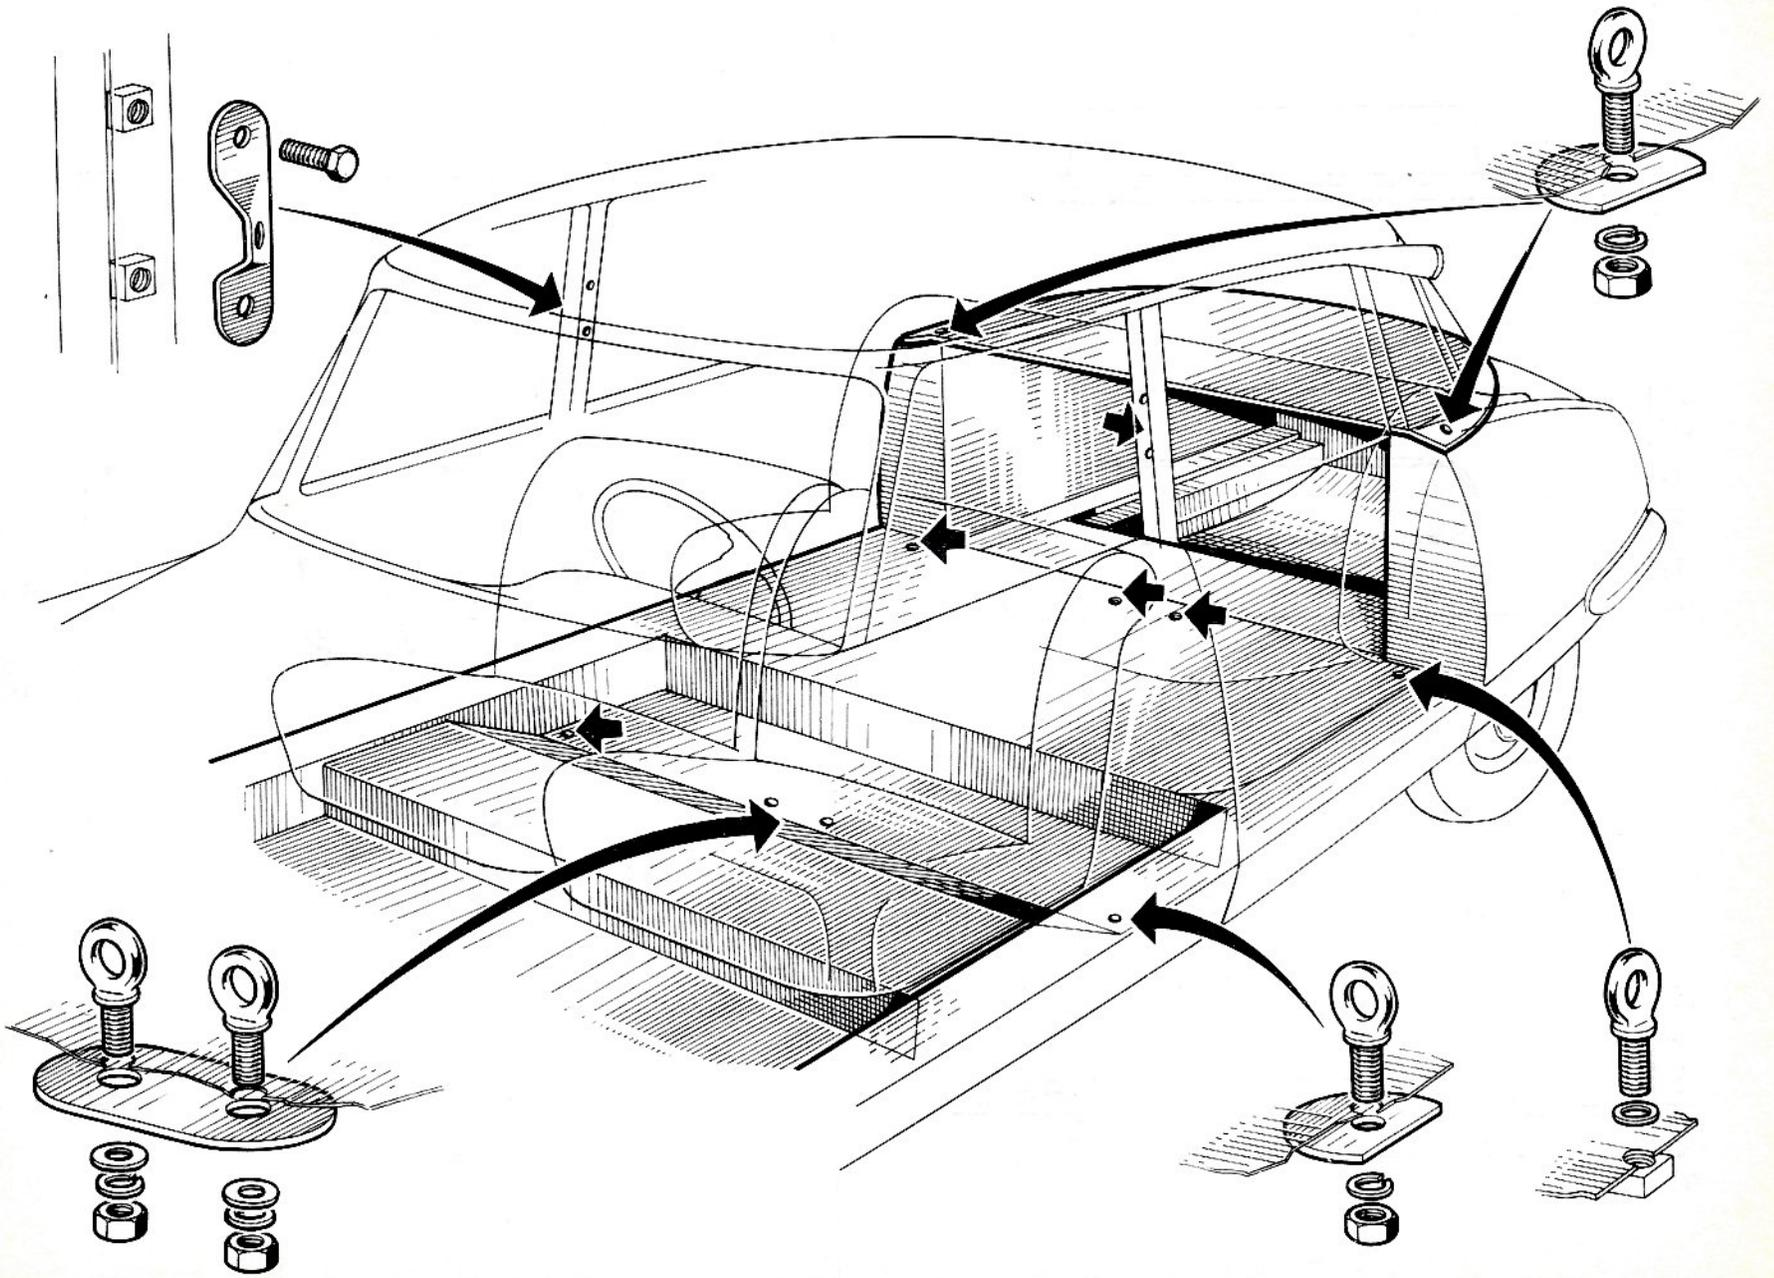

Fig.3
- 11) Positionner les 4 anneaux d'accrochage de ceintures AV comme indiqué Fig. 3. Pour que la contreplaque centrale plaque bien sur la caisse, écraser au tas et marteau l'extrémité de la nervure.
- 12) Visser les 4 anneaux d'accrochage sur plancher des ceintures AR, les positionner comme indiqué Fig. 3. Ils doivent être serrés dans cette position, au besoin intercaler une rondelle plate pour obtenir ce résultat.
- 13) Présenter les anneaux latéraux sur la tablette AR, en respectant la position indiquée Fig. 3. Dans les passages de roues, placer les rondelles de renfort et les rondelles crantées. Bloquer les écrous. Enduire les ensembles rondelle - écrou d'un produit, genre bitumastic, pour assurer l'étanchéité.